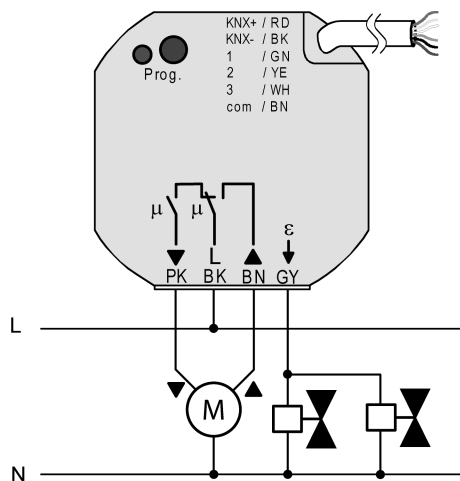

Bild 4: Anschluss der Netzspannung und der Last
- (4) Gerätedose (z. B. Elektronik-Dose)
- (5) Trennwand
- (6) Serienschalter
- (7) potentialfreier Kontakt, z. B. Fensterkontakt
- Netzspannung, Jalousieantrieb und elektrothermische Stellantriebe mit Hilfe der beiliegenden Federsteckklemmen anschließen (Bild 4).